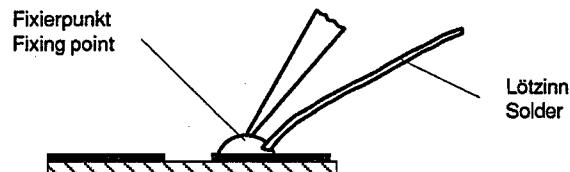

Fig. 3
3. Lötpunkt von Lötrückständen säubern. Lötpelze anbringen (Fig. 3).
4. Then apply a solder bead (Fig. 3).